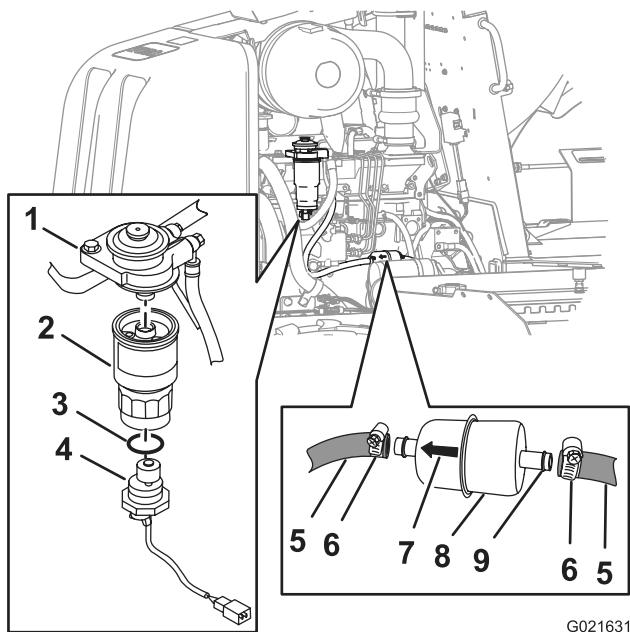

Figura 56
- C. Segure com firmeza o elemento do filtro de combustível secundário e gire o sensor de água no sentido anti-horário, removendo o sensor de água (Figura 56).
D. Segure o filtro filtrante secundário com firmeza e gire-o no sentido anti-horário, removendo do filtro do adaptador (Figura 56).
- B. Alinhe o novo filtro filtrante secundário com o seu adaptador (Figura 56).
- D. Encaixe o novo anel "O-ring" sobre o sensor de água (Figura 56).
- E. Alinhe o sensor de água com o fundo do filtro de combustível secundário (Figura 56).
- F. Segure o elemento filtrante secundário com firmeza e gire o sensor de água no sentido horário, apertando-o manualmente (Figura 56).
3. Solte as abraçadeiras das mangueiras e desconecte o filtro de combustível primário das mangueiras de combustível (Figura 56).
4. Alinhe o novo filtro de combustível primário com as mangueiras, com a seta impressa no filtro apontada para frente (Figura 56).
5. Encaixe as mangueiras sobre a respectiva espiga no filtro de combustível primário e aperte as abraçadeiras (Figura 56).